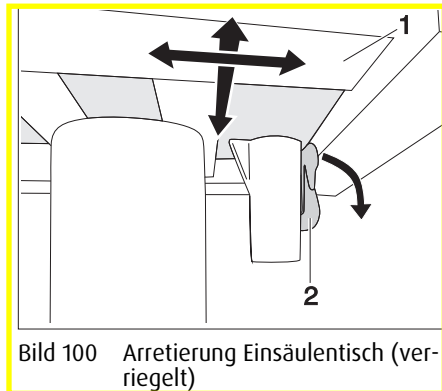

Bild 100 Arretierung Einsäulentisch (verriegelt)
- Arretierhebel (Bild 100,2) nach unten drücken.
- Tischplatte (Bild 100,1) in die gewünschte Position verschieben.
- Arretierhebel (Bild 100,2) wieder nach oben drücken.